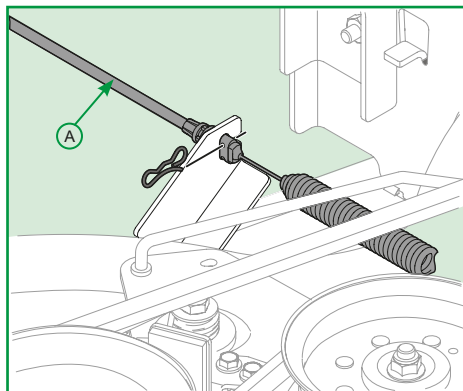

Figura 24
9. Cuidadosamente, remova o cabo do PTO (A) do suporte que está localizado na traseira da plataforma de corte, removendo o grampo de segurança. Remova a mola do suporte da plataforma de corte, conforme Figura 24;
6. Cuidadosamente, fixe o cabo do PTO no suporte que está localizado na traseira da plataforma de corte com o grampo de segurança e fixe a mola no suporte da plataforma de corte conforme a Figura 24;